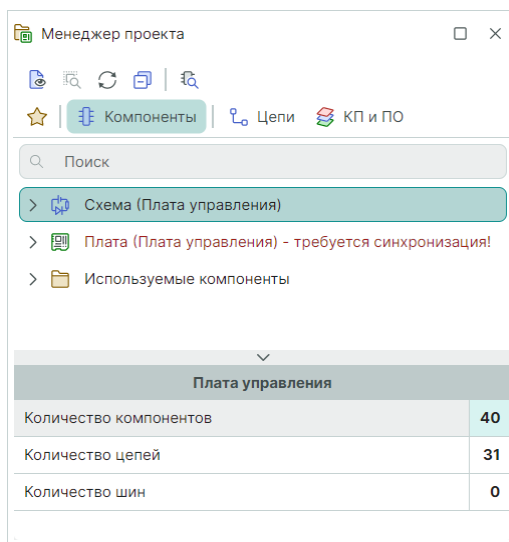

Рис. 289 Синхронизация через открытие платы проекта
1. Откройте плату проекта, см. Рис. 289.